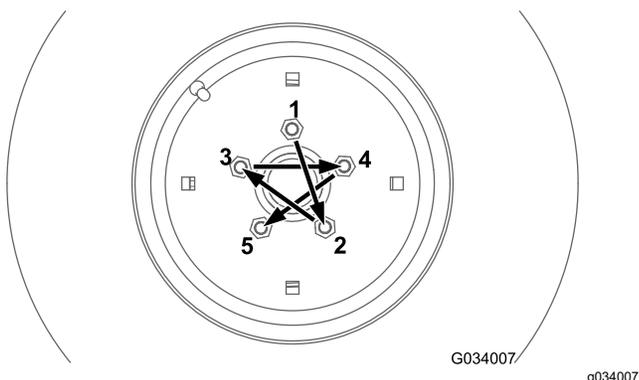
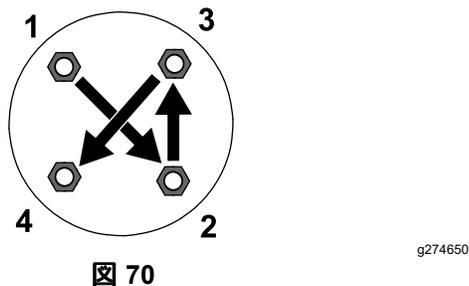

図 69
図 70
前後の車輪のホイールナット後輪は 4WD モデルのみを 図 69 に示すクロスパターンで規定トルクまで締め付けてください。 図 70
- 前輪 図 69 を参照。
- 後輪 4WD モデルのみ 図 70 を参照。